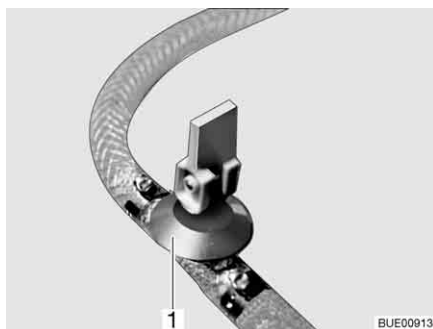
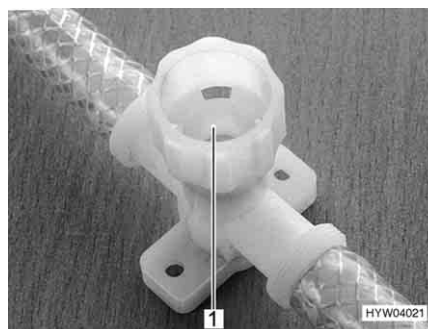

Fig. 206 Robinet de vidange (avec levier à bascule)
Fig. 207 Robinet de vidange (avec capuchon tournant)
- Fermer tous les robinets de vidange. Placer pour ce faire le levier à bascule (Fig. 206, 1) à l'horizontale ou faire tourner le capuchon du robinet de vidange (Fig. 207, 1) dans le sens des aiguilles d'une montre.